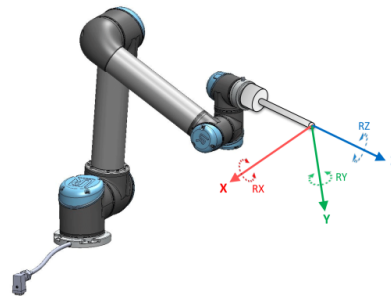

Figura 13.2: Función herramienta (PCH)
*Función:* herramienta localizada con origen en el centro del PCH actual (consulte figura 13.2)